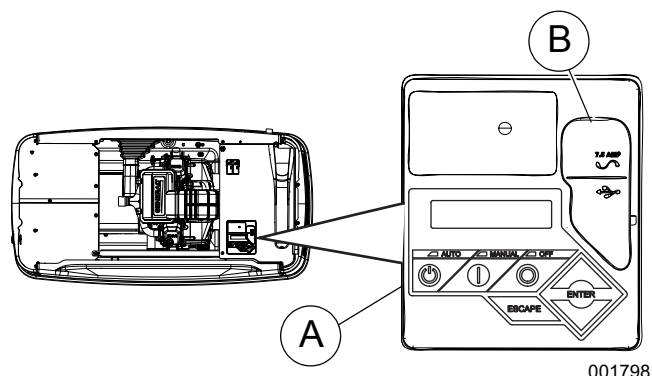

Figure 3-5. Tableau de commande du générateur
Voir la Figure 3-5. L'interface du tableau de commande (A) est située sous le couvercle du boîtier. Avant d'essayer de soulever le couvercle du boîtier, vérifiez que les verrous latéraux gauche et droit sont déverrouillés. Ouvrez le couvercle de la manière décrite à la section Ouverture du couvercle.